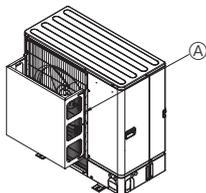

Fig. 2-4
- ② Ja iekārtu ir uzstādīta vietā, kur gaisa izplūdes atverē var iekļūt spēcīgs vējš, ko izraisa viesuļvētra utt., aprīkojiet iekārtu ar izvēles gaisa vadotni. (Fig. 2-4)